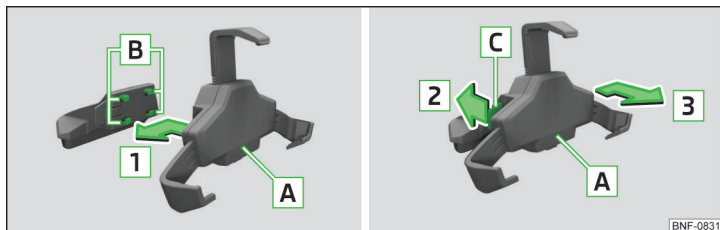

Fig. 77 Colocar el soporte en el adaptador / Retirar el soporte del adaptador
- Para **fijar el soporte en el adaptador**, colocar el soporte [A] en la toma [B] en el sentido de la flecha [1] hasta que enclave audible » fig. 77.